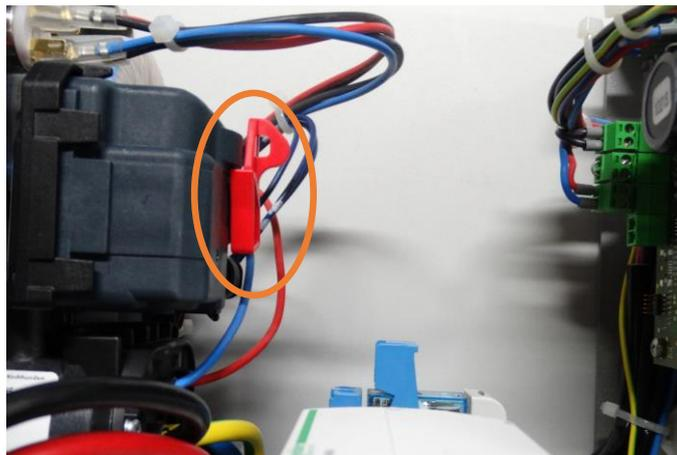

Abbildung 11: Stellung des roten Schließhebels bevor das Gehäuse geschlossen wird.
- Stellen Sie sicher, dass der rote Schließhebel der Typ2-Dose senkrecht nach oben zeigt, siehe Abbildung 11; und somit für die Inbetriebnahme auf „offen“ steht.
- Beachten Sie beim Schließen des Deckels die Lage des Steckverbinders der Schutzkontakt-Steckdose. Die Verriegelung (roter Hebel in Abbildung 11) an der Typ 2 Steckdose darf nicht blockiert werden.